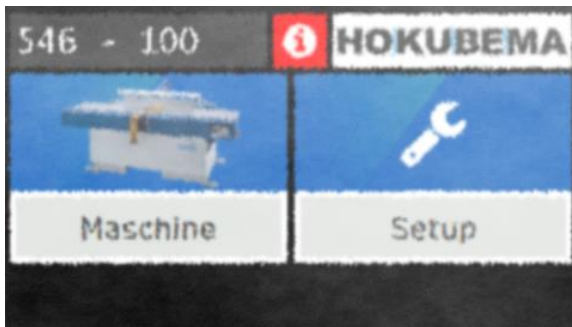

Figure 47 : écran au moment de l'initialisation
- Pendant la phase d'initialisation, le menu principal apparaît tout d'abord graphiquement peu clair, flou et avec un rouge **i** (voir ⇒ Figure 47).